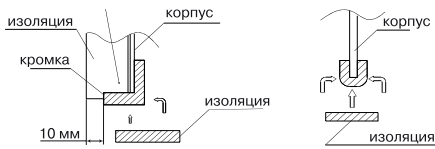

Рис. 13
7. При установке материала действуйте следующим образом (тип корпуса 1), (тип корпуса 2) (Рис. 13).